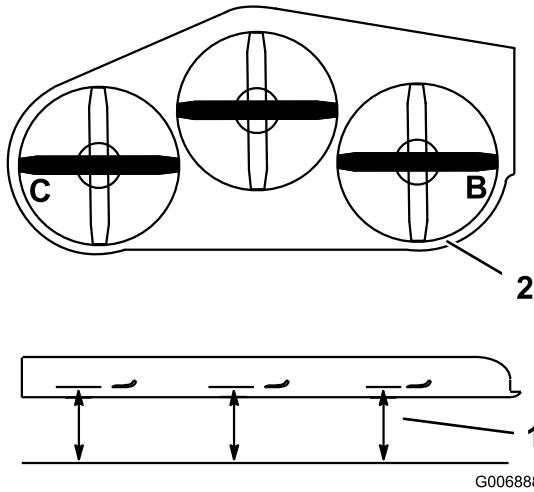

Figura 80
- Coloque la cuchilla derecha en posición lateral (Figura 80).
2. Mida la cuchilla derecha en la posición **B** desde una superficie nivelada hasta el filo de corte del extremo de la cuchilla (Figura 80).
4. Coloque la cuchilla izquierda en posición lateral (Figura 80).
5. Mida la cuchilla izquierda en la posición **C** (Figura 80) desde una superficie nivelada hasta el filo de corte del extremo de la cuchilla.